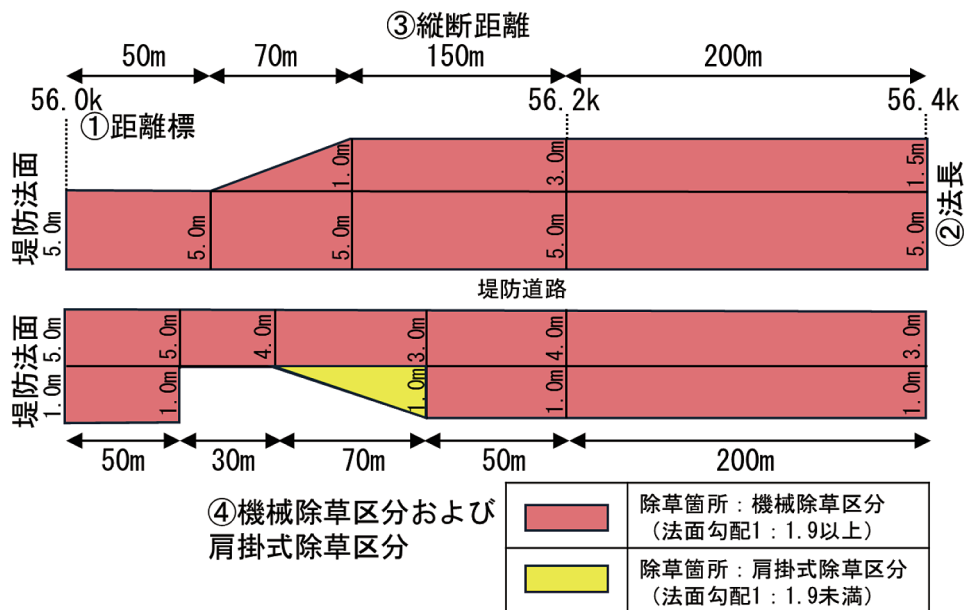

図1 除草面積展開図の例
従来の二次元除草面積展開図は、①距離標、②法長、③縦断距離、④機械除草区分および肩掛式除草区分などの情報をポンチ絵で表現し、これを基に作業を実施していた（図1）。しかし、距離標と法長の情報のみでは現地の除草範囲を正確に再現することが困難であり、確認に多くの手間と時間を要していた。このため、除草範囲を明確化する手法の確立が重要な課題である。